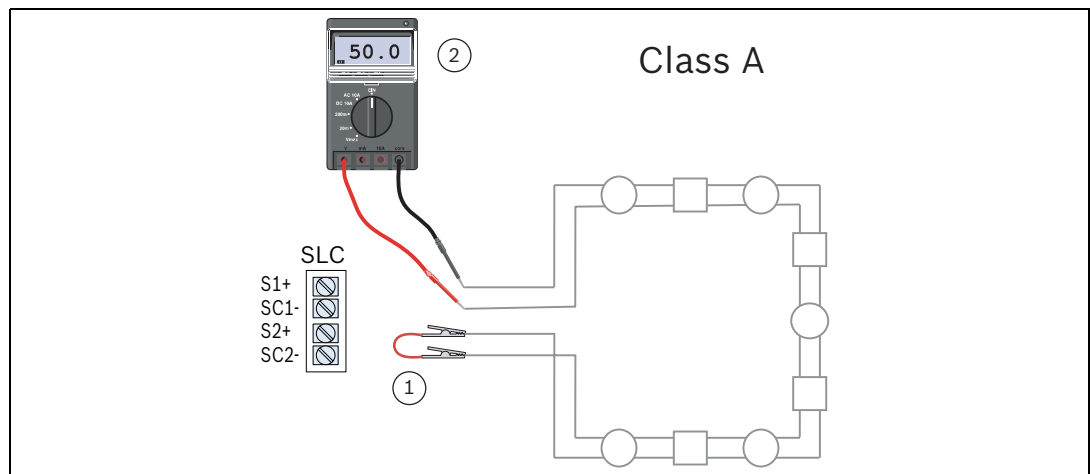
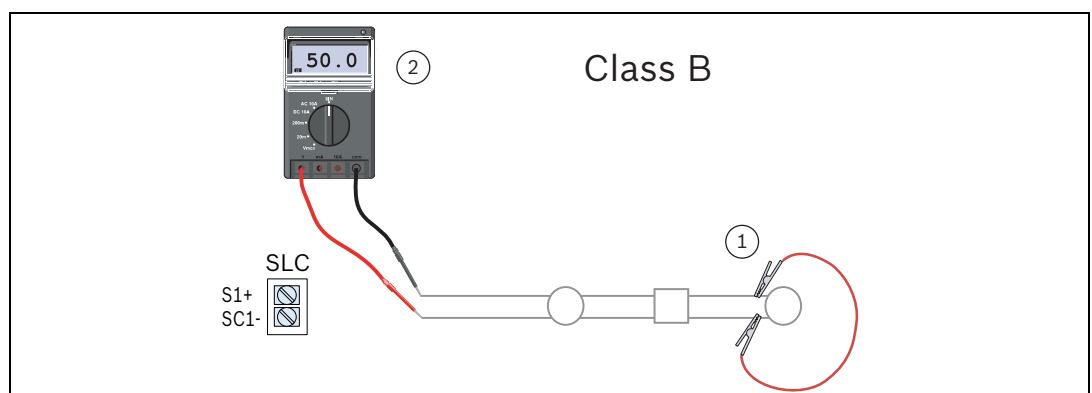

Figura 4.12 Medição da Resistência do Circuito Classe A
Figura 4.13 Medição da Resistência do Circuito Classe B
1. Remova o cabeamento de campo dos terminais SLC e curto-circuite o cabo de retorno, num circuito de Classe A (consulte a *Figura 4.12 na Página 59*, Item 1), ou curto-circuite a extremidade do dispositivo mais remoto, num circuito de Classe B (consulte a *Figura 4.13 na Página 59*, Item 1), utilizando cabos pinça.